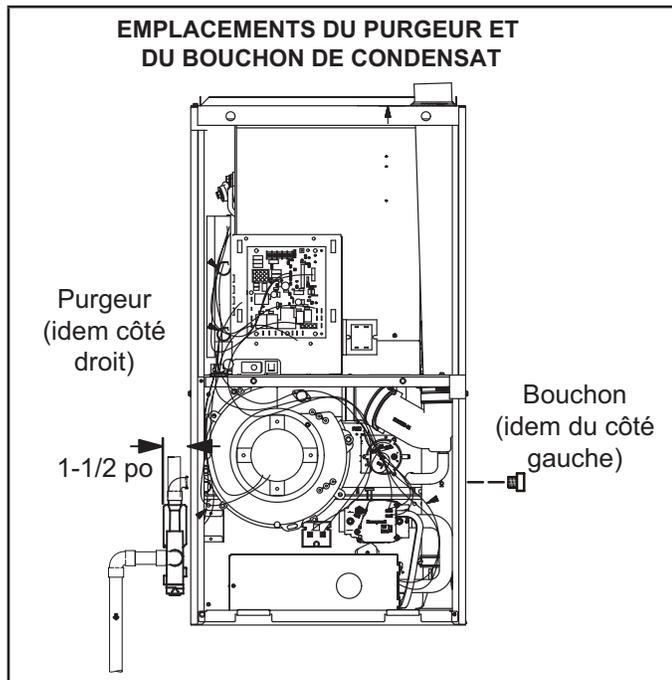

FIGURE 43
Cette unité est prévue pour une sortie à gauche ou à droite du tuyau de condensat. Reportez-vous à la FIGURE 43 pour connaître les emplacements possibles du purgeur de condensat.
- 2 - Utilisez un grand tournevis plat ou une douille de 1/2 po pour retirer le capuchon (FIGURE 43) du boîtier du collecteur de l'extrémité froide à l'emplacement approprié sur le côté de l'appareil. Installez un coude de 3/4 po NPT sur le boîtier du collecteur de l'extrémité froide. Utilisez de l'adhésif au Téflon ou un enduit d'enrobage approprié.